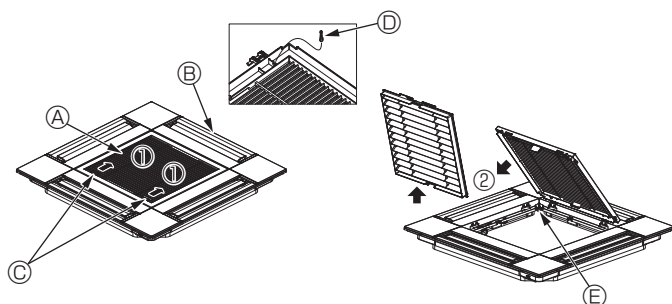

Fig. 10-3
- ① Appareil principal
- ② Plafond
- ③ Jauge (Accessoire)
- ④ Dimensions de l'ouverture dans le plafond
10.2.1. Dépose de la grille d'admission (Fig. 10-3)
- Pour ouvrir la grille d'admission, faites glisser les leviers dans le sens indiqué par la flèche ①.
- Lorsque la grille se trouve en position "ouverte", retirez la charnière de la grille d'admission dans le sens indiqué par la flèche ②.
- ① Grille d'admission
- ② Grille
- ③ Leviers de la grille d'admission
- ④ Crochet de grille
- ⑤ Orifice pour crochet de grille